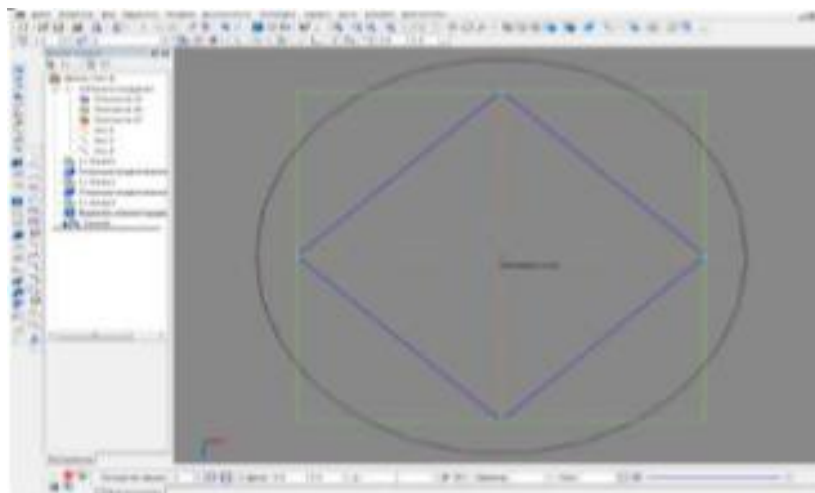

Рис. 10. Применение операции «выдавливания – на расстоянии»
11. Выбрать команду **РЕДАКТИРОВАНИЕ ДЕТАЛИ – ВЫРЕЗАТЬ ВЫДАВЛИВАНИЕМ**. В панели свойств выбрать – **НА РАССТОЯНИИ**, задать расстояние – 35. Зафиксировать команду – **Создать объект** (рис. 10).